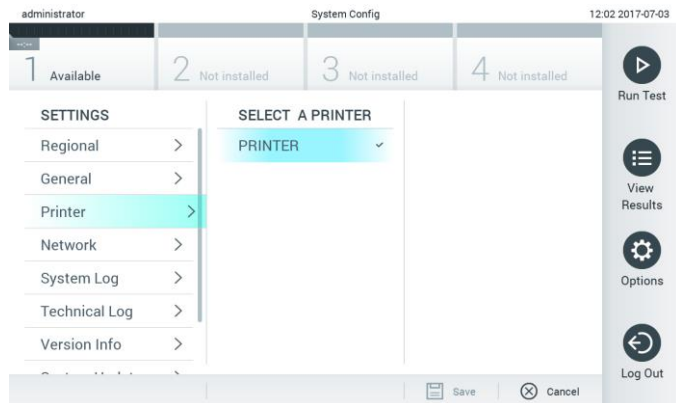

Figura 61. Selezione di una stampante di sistema.
3. Selezionare una stampante dall'elenco delle stampanti disponibili (Figura 61).